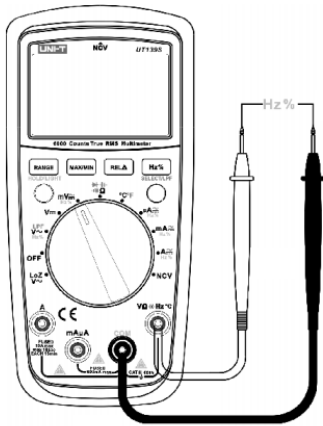

Рисунок 7
9.6. Измерение частоты и коэффициента заполнения (см. Рисунок 7)